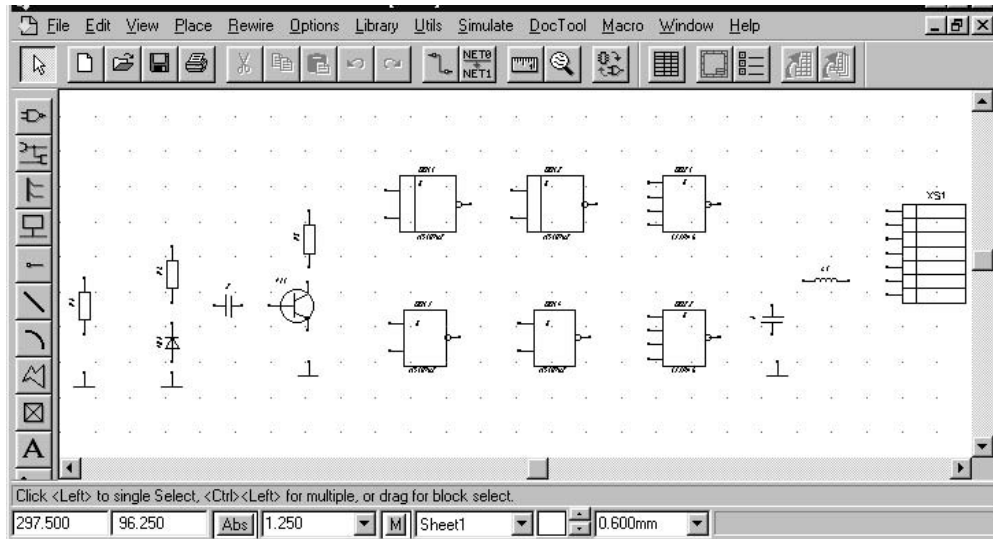

Рис. 5.2.9
4. Установить элементы (взаимное расположение элементов показано на рис.5.2.9). Для этого выполнить команды **Place/Part** (Размещение элементов). Появится одноименное окно **Place Part** (рис. 5.2.4, а). Нажать панель **Library Setup**. Откроется окно, в котором представлены загруженные библиотеки (рис. 5.2.4, б). Нажать кнопку **Add**. В появившемся стандартном окне Windows нужно выбрать файл **ЭРЭ.lib** и нажать кнопку «Открыть». После этого нажать кнопку **OK** в окне **Library Setup**.
ж) Установить элемент заземления. Снова выполнить команду **Place Part**, выбрать элемент Корпус, и щелчками ЛК около заземленных выводов элементов в точках с координатами (305.75, 125), (138.75, 125), (90, 121.25) и (57.75, 121.25) установить четыре элемента заземления (рис. 5.2.9).